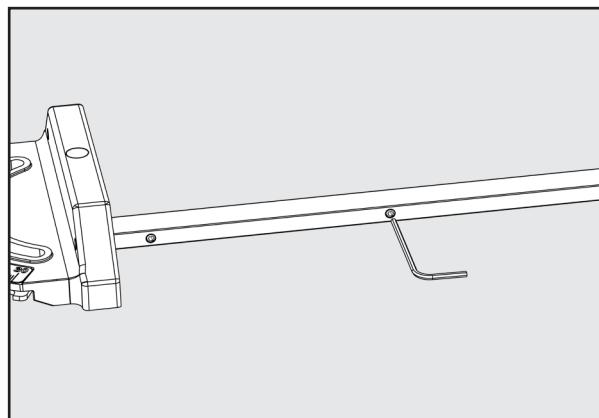

Figure 29
1. Utilisez une clé Allen de 3/32 pouce sur l'une des trois vis sur le côté de la barre. Voir Figure 29 et 30.